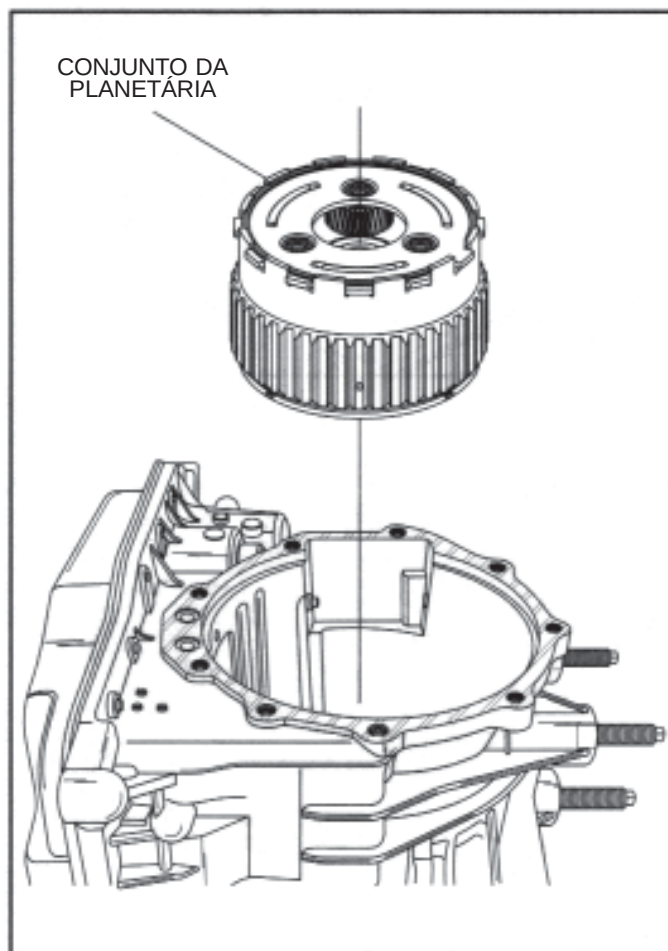

Figura 30
18. Remova da transmissão o conjunto da planetária levantando-o diretamente para cima, conforme ilustrado na Figura 30.